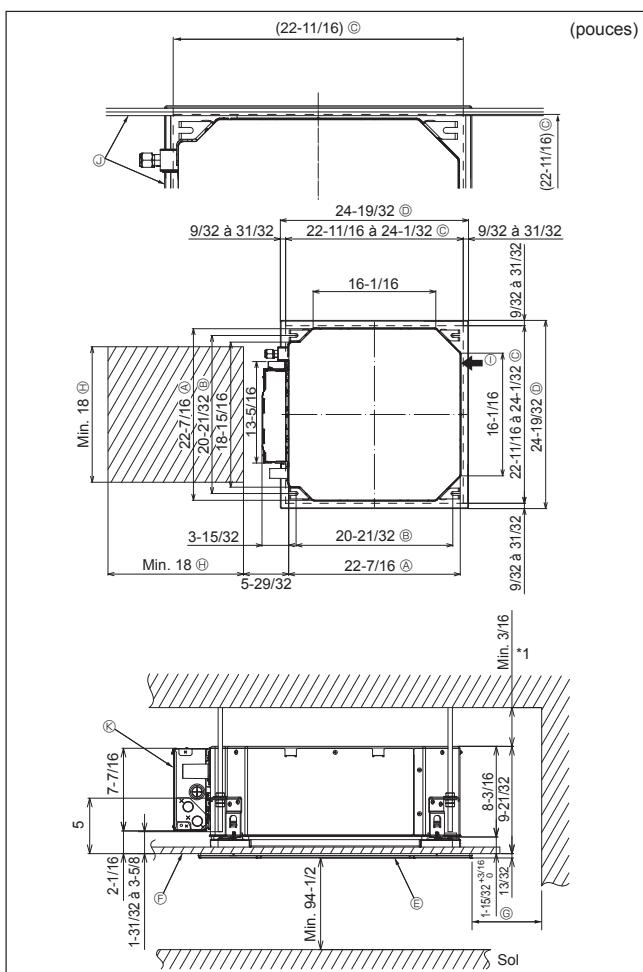

Fig. 4-2
⑦	Prise d'écoulement	1
⑧	Isolation	1
4.2. Emplacement d'installation des ouvertures au plafond et boulon de suspension (Fig. 4-2)
- ① Structures en bois
- *B : Écartement entre les boulons de suspension (voir Fig. 4-2 ② pour plus de détails)
② Structures en béton armé